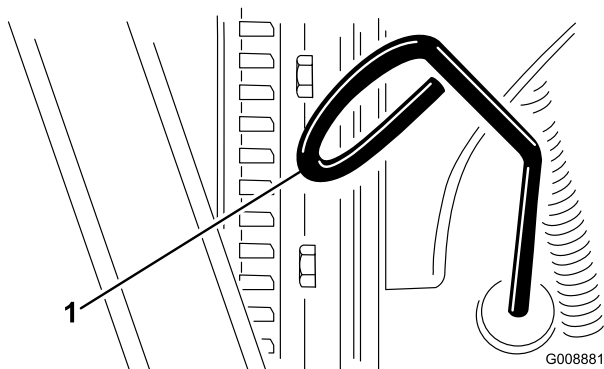

Figura 20
2. Retire la varilla (Figura 20) y límpiela con un paño limpio.